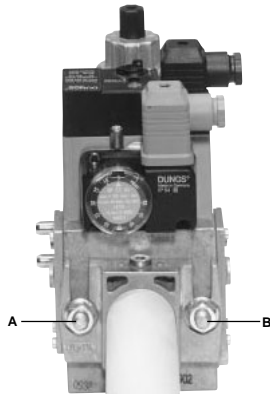

Fig. 4
3. apretar los tornillos A, B, C y D (Fig. 4 - Fig. 5), respetando las posiciones de montaje (Fig. 7);